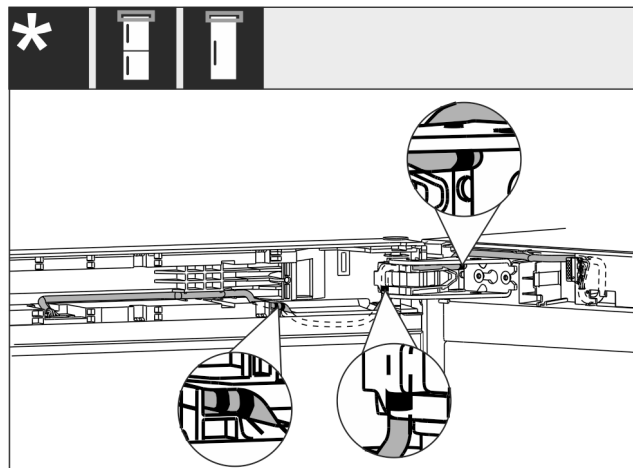

Fig. 37
- A kábelt az ábrán Fig. 37 (1) látható módon kell elvezetni.